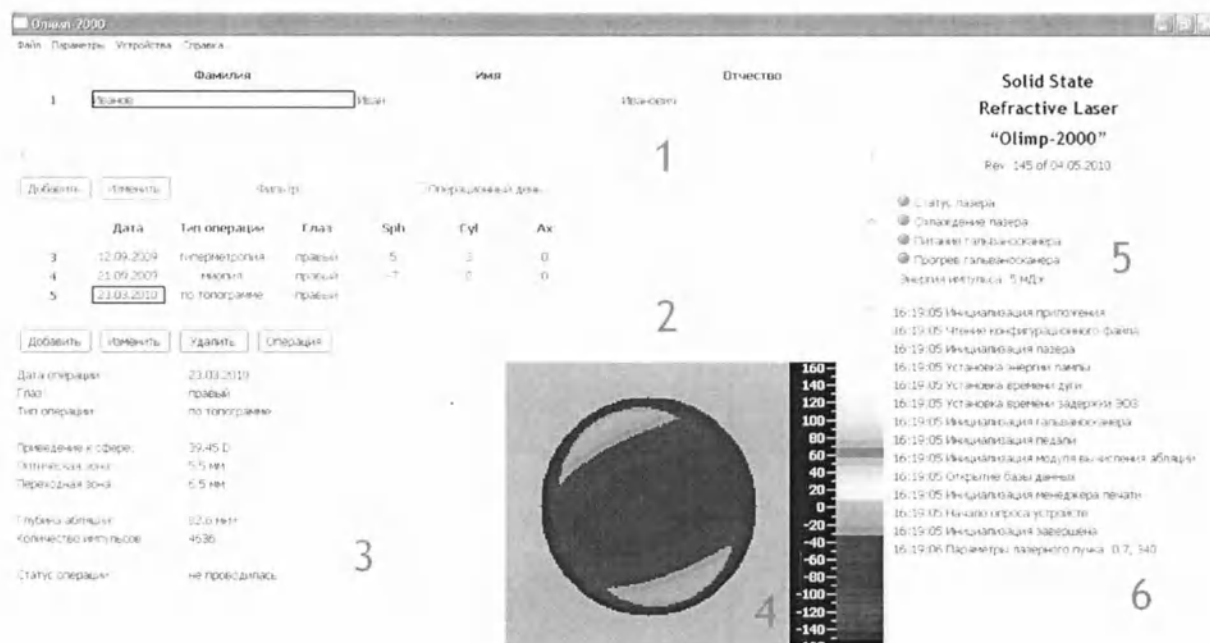
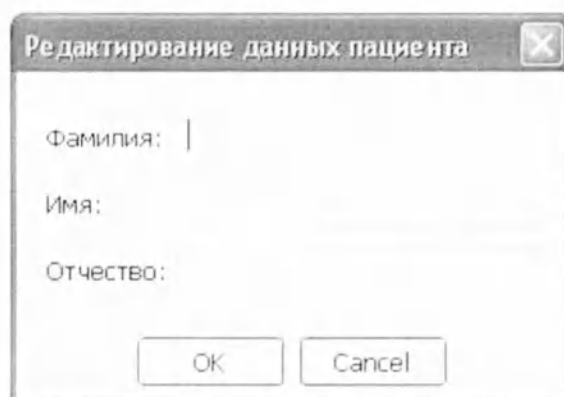
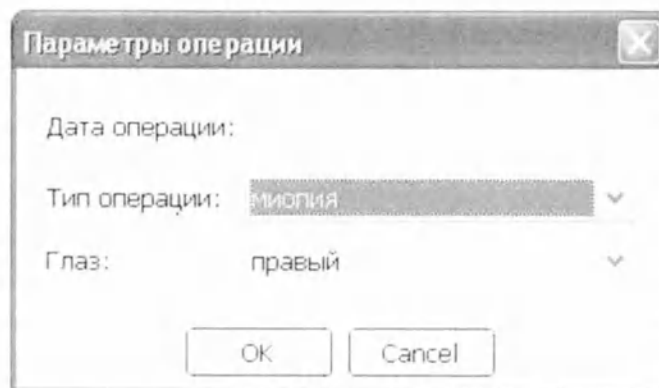

Рис. 2 Главное окно программы
Рис. 3 Окно редактирования данных пациента
Рис. 4 Окно параметров операции (при добавлении операции)
Главное окно программы изображено на рис. 2. Его основное назначение — обеспечение поиска и отображения персональных данных пациентов, деталей проведённых и намеченных операций, текущего состояния устройств установки, а также обеспечение доступа ко всем остальным функциям системы.
Главное окно содержит несколько панелей, обозначенных цифрами на рис. 2. Ниже указано назначение каждой из этих панелей.
- *Операция.* Осуществляет переход к окну расчёта операции с последующим вызовом операционного окна для выполнения выбранной операции. Данный пункт функционирует аналогично кнопке «Операция» на панели редактирования списка операций (2, рис. 2).
Список пациентов отображается на главной форме (п. 1 на рис. 2). В этом списке отображаются ФИО пациентов, хранящиеся в базе данных.
1. На панели редактирования списка пациентов (1, рис. 2) нажмите кнопку «Добавить». Появится окно добавления пациента (рис. 3).
1. Выберите пациента щелчком мыши по панели редактирования списка пациентов (1, рис. 2).
2. Нажмите кнопку «Изменить» панели редактирования списка пациентов. Появится окно редактирования данных пациента (рис. 3).
Список операций отображается на главной форме (2, рис. 2). В этом списке отображаются данные операций, хранящихся в базе данных.
При выборе операции в списке детали выбранной операции отображаются на панели деталей операции (3, рис. 2), а соответствующая поверхность абляции — на панели поверхности абляции (4, рис. 2).
1. На панели редактирования списка операций (2, рис. 2) нажмите кнопку «Добавить». Появится окно параметров операции (рис. 4).
1. Выберите операцию щелчком мыши по панели редактирования списка операций (2, рис. 2).